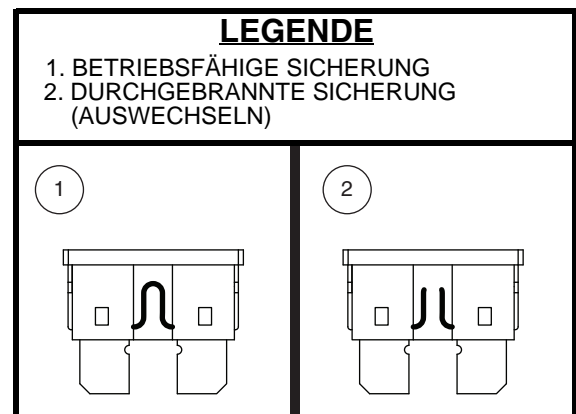

Abb. 24. Wechseln der Sicherung
2. Sicherung auf Durchbrennen überprüfen. **Siehe Abb. 24.**